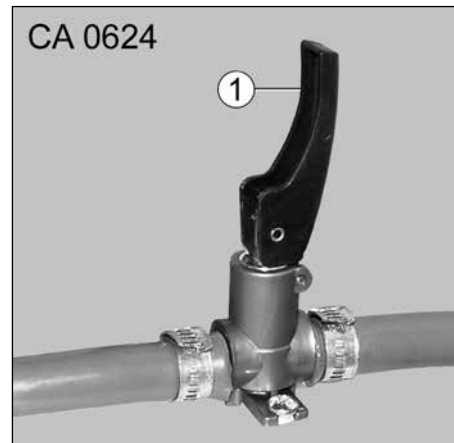

Fig. 110 Robinet de vidange du chauffe-eau
→ Placer le levier à bascule (Fig. 110, pos. 1) du robinet de vidange horizontalement ou verticalement. Ne jamais le vriller ! Le fait de tordre le culbuteur risque d'endommager le robinet de vidange et va le rendre non étanche.
1. Fermer le robinet de vidange. Pour ce faire, mettre le culbuteur (Fig. 110, pos. 1) à l'horizontale.
3. Ouvrir le robinet de vidange. Pour cela, placer le levier basculant (Fig. 110, pos. 1) verticalement. Ainsi, le chauffe-eau est vidangé vers l'extérieur.